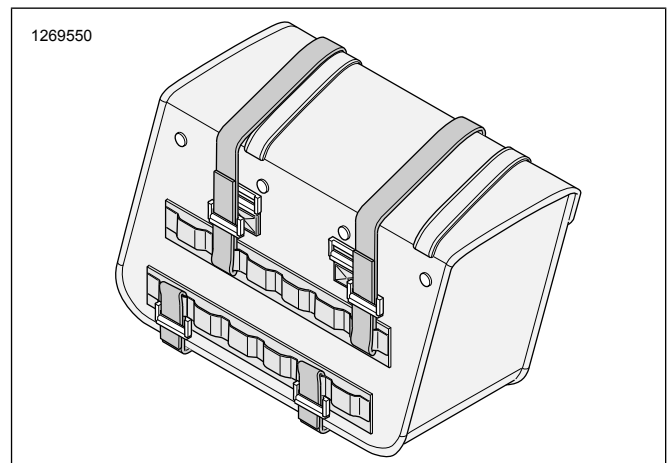

Figura 2. Fissare la linguetta adesiva in velcro (tipica)
2. Figura 2 Fissare almeno tre linguette adesive in velcro al retro della borsa.